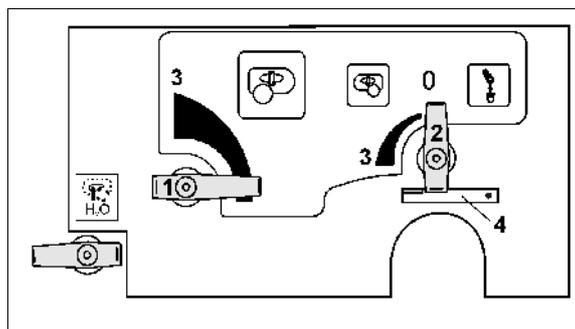

Fig. 44
- pour l'organe agitateur principal au niveau du robinet de réglage (Fig. 44/1).
- pour l'organe agitateur supplémentaire au niveau du robinet de réglage (Fig. 44/2).
Le niveau "0" correspond à l'agitation débrayée.. L'agitation la plus performante est obtenue sur la position (Fig. 44/3).
Sécurité pour la fonction de vidange du filtre sous pression (Fig. 44/4).